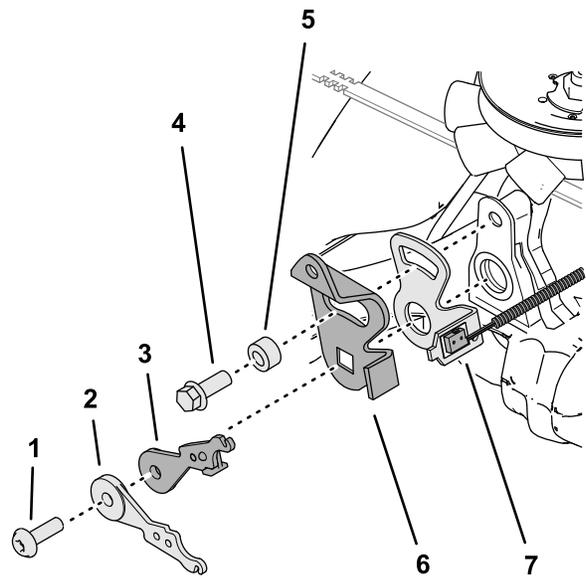

Bild 27
- Bauen Sie den oberen Rückführarm, den unteren Rückführarm, den Rückführ-Steuerarm und den Neutralarm sowie den Rückfahrshalter mit der Torx-Kopfschraube in das Getriebegehäuse ein, wie in Bild 27 dargestellt.
- Bauen Sie die Schraube (5/16" x 3/4") und Buchse in das Getriebegehäuse ein, wie in Bild 27 dargestellt.